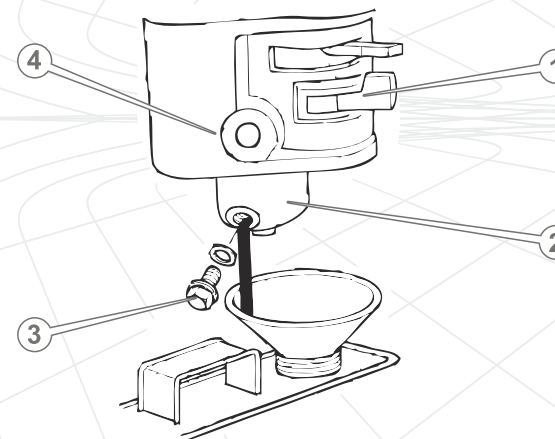

Рисунок 11
**5.9. Чистка отстойника (см. рисунок 11)**